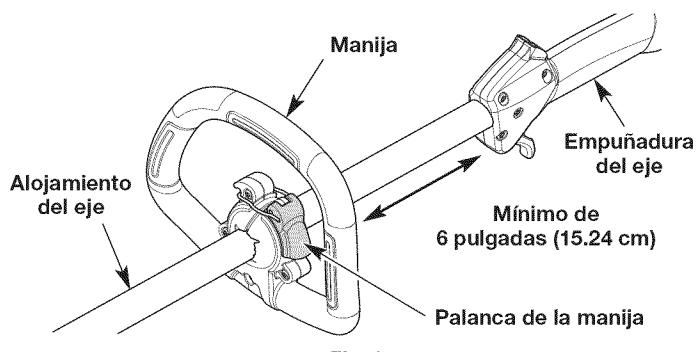

Fig. 2
1. Voltee la palanca de la manija hacia arriba para aflojarla (Fig. 2).
2. Mientras sujetas la unidad en la posición de funcionamiento (Fig. 13), desplace la manija hasta la ubicación que le ofrece el mejor agarre. Ubíquela como mínimo a 6 pulgadas (15.24 cm) del extremo de la empuñadura del eje (Fig. 2).
3. Incline la manija como desee (Fig. 2).